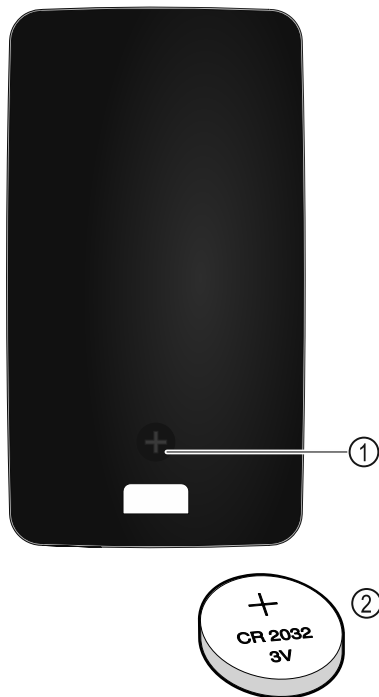

Fig. 229
Nuotolinio valdymo pultui elektros srovė tiekama iš CR 2032 tipo 3V baterijos Fig. 229 (2), kurią galima įsigyti specializuotos prekybos vietose.
- ▶ Išsukite varžtą Fig. 229 (1) galinėje nuotolinio valdymo pulto pusėje.